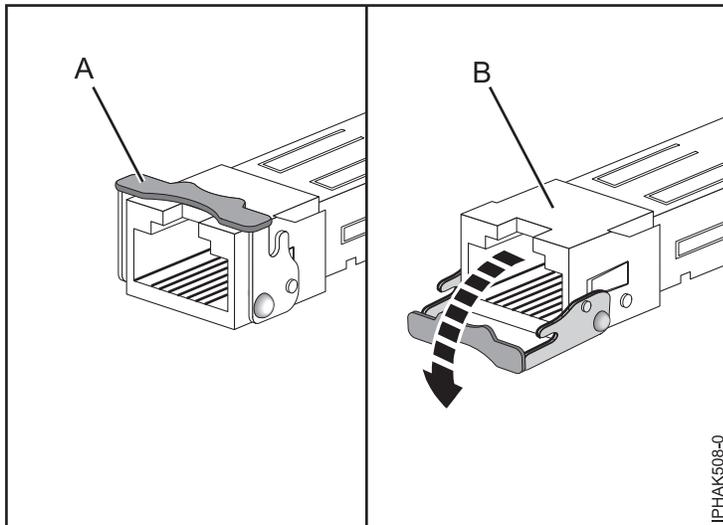

Figure 11. Retrait d'émetteurs-récepteurs SFP de cartes
Remarque : Certaines unités FRU de carte Ethernet ou Fibre Channel nécessitent le retrait (le cas échéant) des émetteurs-récepteurs SFP (compacts et enfichables) pour permettre de retirer la contre-poupée. Placez la carte à plat sur une surface antistatique, ouvrez le loquet (A) en le faisant pivoter vers le bas et en l'écartant de la carte, comme illustré à la figure 11, à la page 25. Faites ensuite glisser l'émetteur-récepteur (B) pour le sortir de la carte. Répétez l'opération pour l'autre émetteur-récepteur.